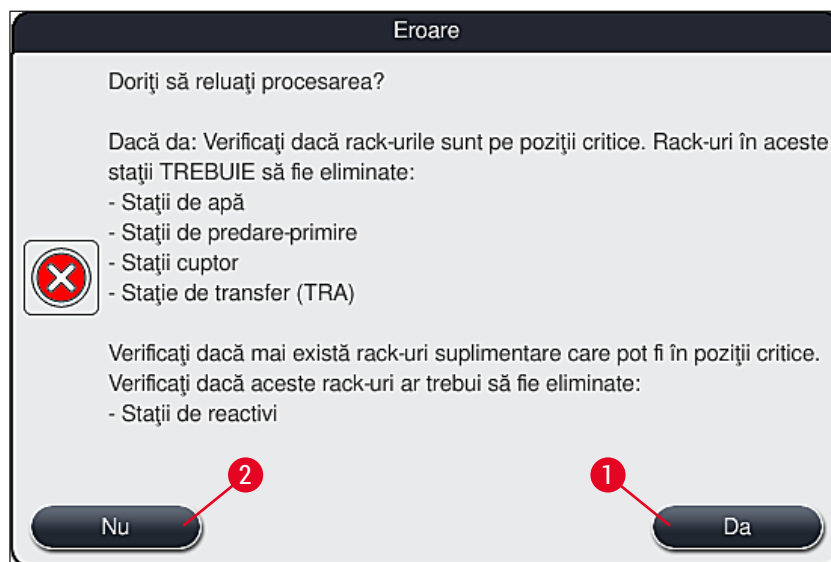

Fig. 110
4. Ulterior, utilizatorul are opțiunea de a selecta dacă procesul de colorare trebuie sau nu să fie reluat (→ P. 136 – 8.2.2 Reluarea procesului de colorare după o întrerupere a alimentării) sau anulat (→ P. 137 – 8.2.3 Anularea tuturor proceselor de colorare după o întrerupere a alimentării electrice) (→ "Fig. 110").
2. Scoateți stativele critice de pe instrument în conformitate cu mesajul de informare (→ "Fig. 110") anterior și confirmați îndepărtarea prin apăsarea stației corespunzătoare (→ "Fig. 111-1") de pe ecran.
Anularea procesului de colorare și revenirea la meniul anterior de selecție (→ "Fig. 110") pot fi anulate prin apăsarea butonului **Anulare** (→ "Fig. 112-2").